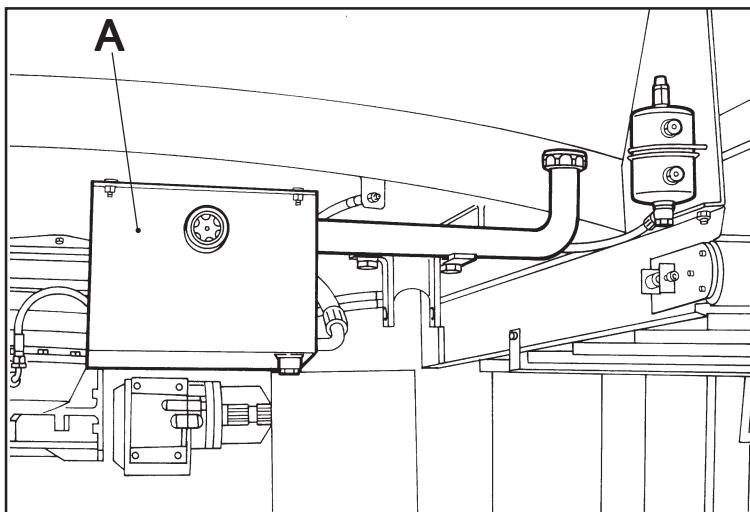

FIG. 6
- Contrôler le niveau de l'huile hydraulique dans le réservoir (**A** - Fig. 6).
- Het niveau van de hydraulische olie in de tank (**A** - Fig. 6) kontroleren.